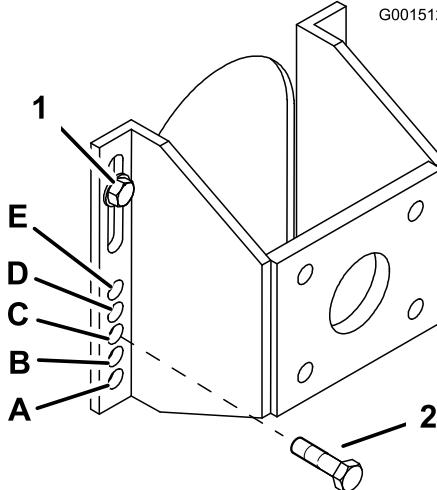

Figure 20
- Desserrez, mais n'enlevez pas, les 2 boulons d'essieu supérieurs (Figure 20).
- Enlevez les 2 boulons d'essieu inférieurs (Figure 20).
- Élevez ou abaissez le support de fixation pour insérer les 2 boulons de réglage d'essieu dans le trou voulu (Figure 20). Vous pouvez utiliser un pointeau conique pour faciliter l'alignement des trous.